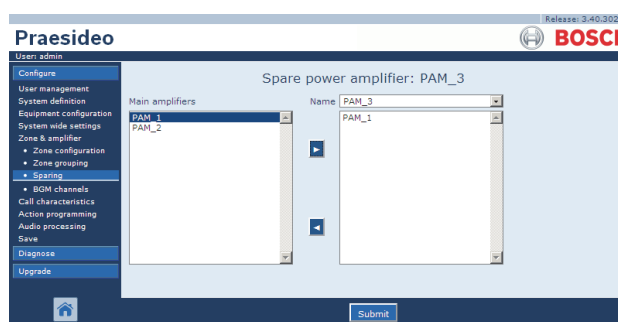

figura 46.11: Elementi ausiliari, passaggio 1
- 1 Passare a *Configure > Zone & amplifier > Sparing*. Nella cornice principale dell'interfaccia web, appare una schermata simile a quella in figura 46.11.